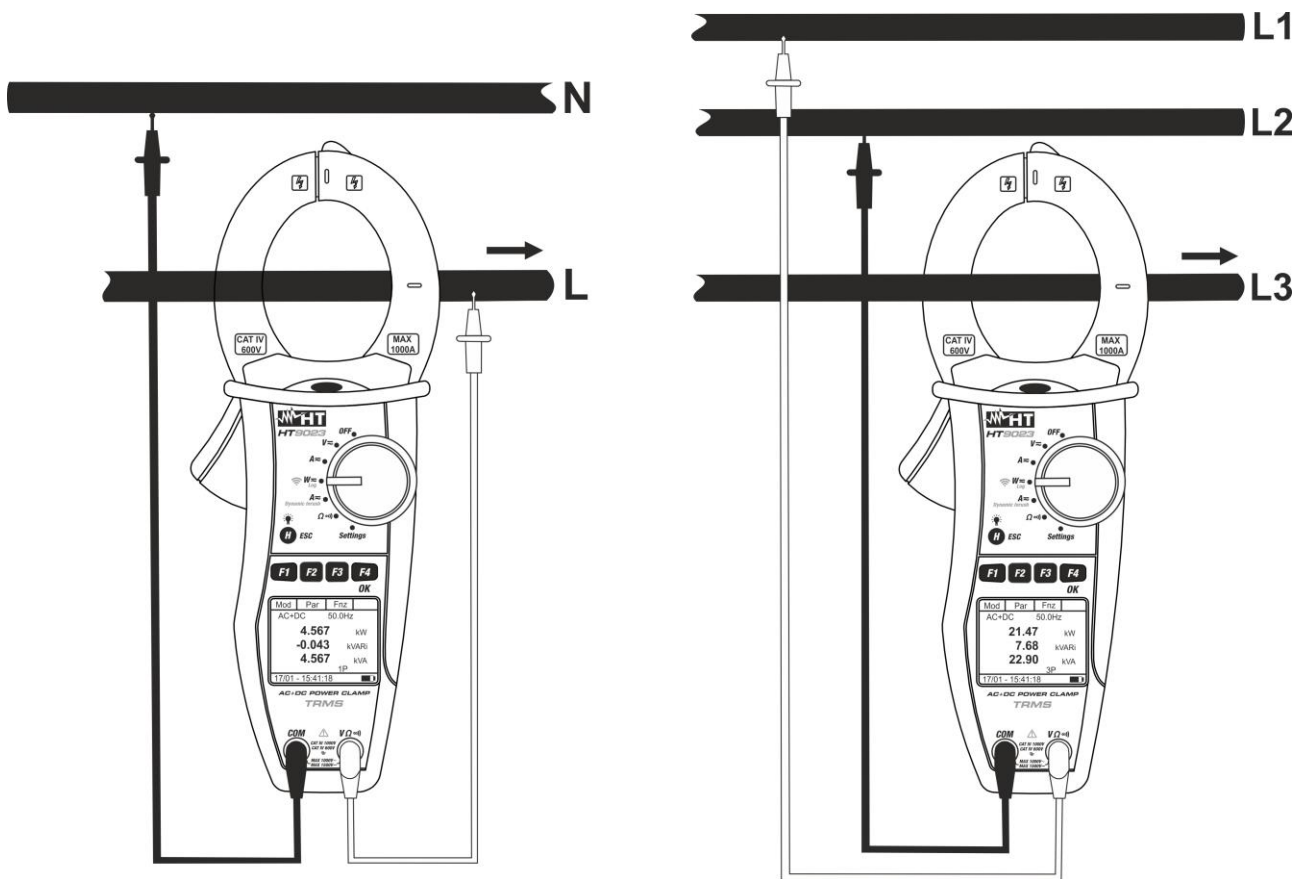

Fig. 13: Misura di potenze AC/AC+DC in sistemi Monofase e Trifase equilibrato
6. Inserire il cavo rosso nel terminale di ingresso **VΩ $\cdot$ i)** e il cavo nero nel terminale di ingresso **COM** ed eseguire i collegamenti dello strumento come indicato in Fig. 13 in funzione del tipo di misura. Inserire il cavo all'interno del toroide rispettando la direzione della corrente indicata dalla freccia al centro dello stesso al fine di ottenere misure accurate. Utilizzare le tacche presenti come riferimento (vedere Fig. 2)